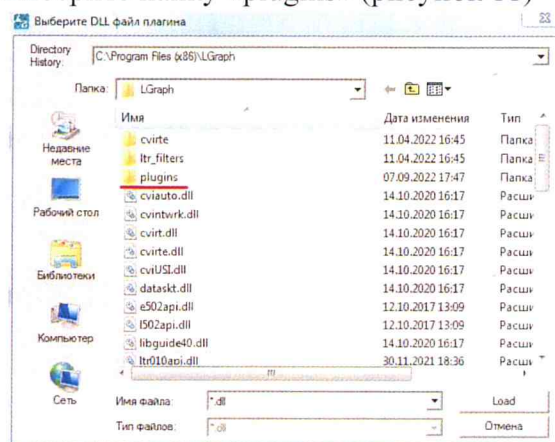

Рисунок 11. Папка «plugins»
2) В высветившемся окне выберите папку «plugins» (рисунок 11)